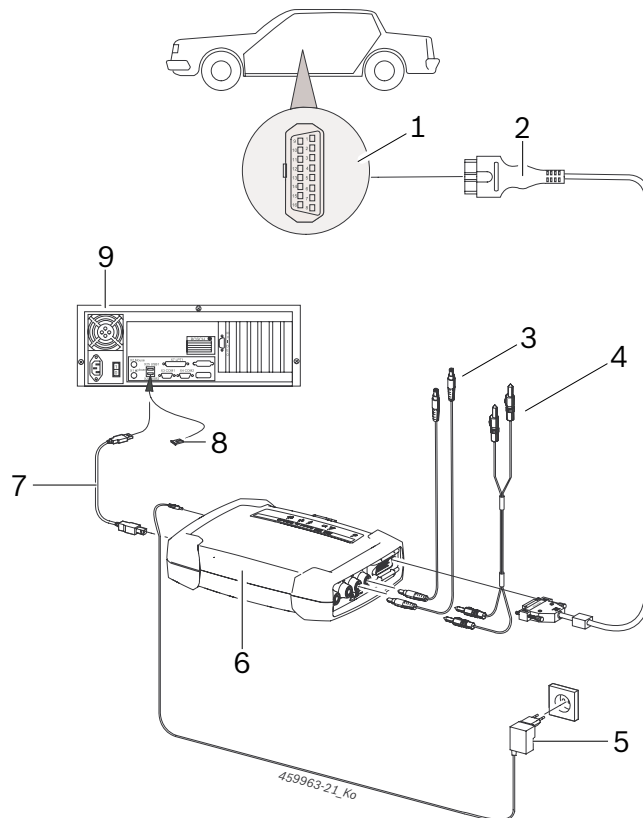

Abb. 6: Anslutningsschema, exempel KTS 590
- OBD-anslutningsledningen (fig. 6, pos. 2) eller